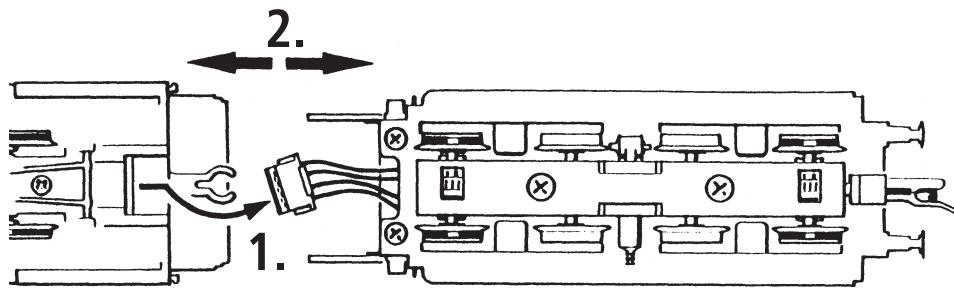

Fig. 6
**1. Reinigung der Radstromkontakte:** Radstromkontakte können auf unsauberer Schienen leicht verschmutzen. Entfernen Sie **vorsichtig** mit einem kleinen Pinsel **den Schmutz** an den in Fig. 6 gekennzeichneten Stellen.
**1. Cleaning of wheel contacts:** Wheel contacts easily get dirty on tracks which are not entirely clean. Use a small brush to **remove dirt** from spots marked in fig. 6.
Les lames de contacts risquent de s'encrasser rapidement sur des voies poussiéreuses. Veuillez **enlever la poussière** aux endroits marqués à la fig. 6 à l'aide d'un petit pinceau souple.
Démontez d'abord les flancs de bogies (fig. 6). Enlevez les bandages d'adhérence à l'aide d'une aiguille ou d'un tourne-vis fin. Lors du montage des nouveaux bandages veuillez veiller à ce que les bandages **ne soient pas tor-dus** (fig. 7).